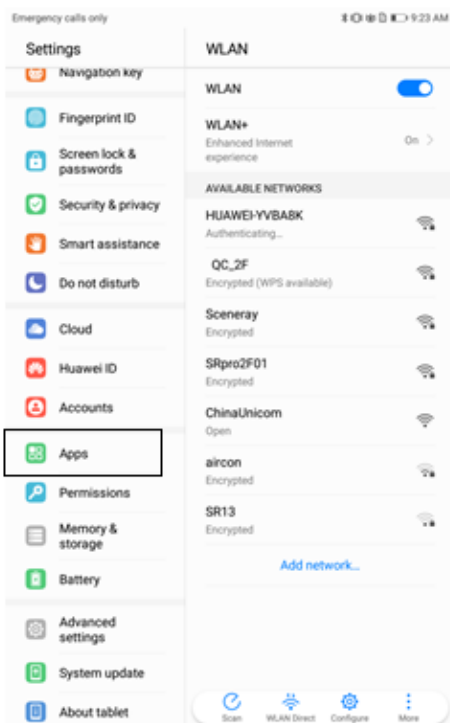

Figura 8. Interfaz de configuración: aplicaciones.
2. Desplácese hacia abajo para encontrar los íconos de Aplicaciones (Figura 8);